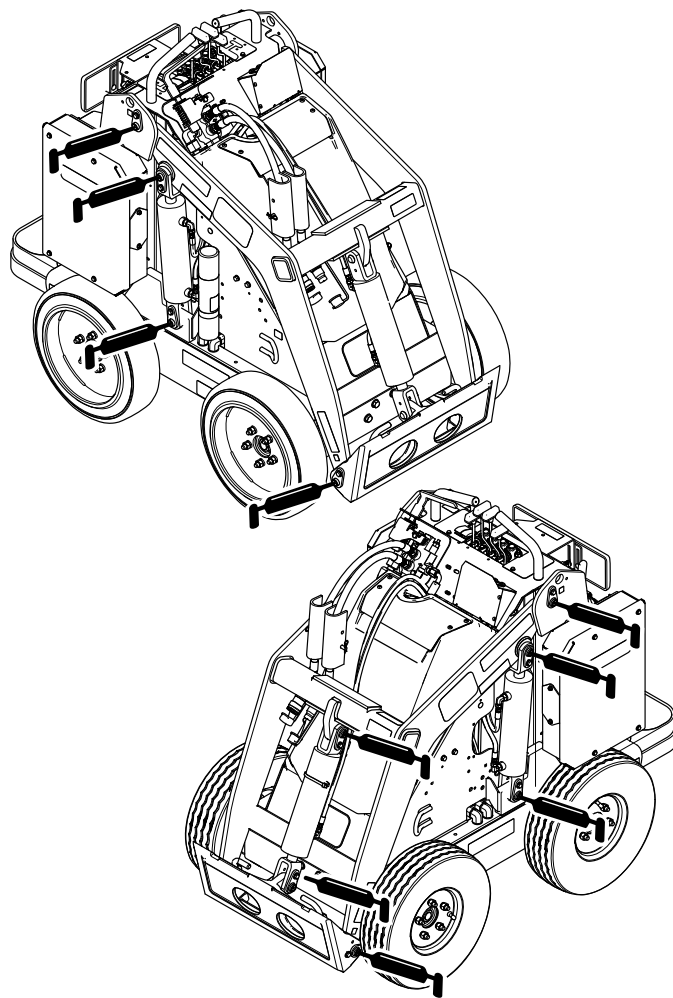
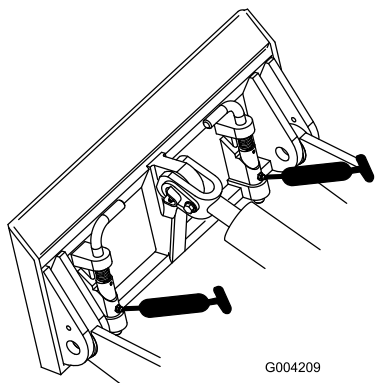

Figura 30
Figura 31
4. Conectai un pistol de lubrifiere la fiecare fitting (Figura 30 i Figura 31).